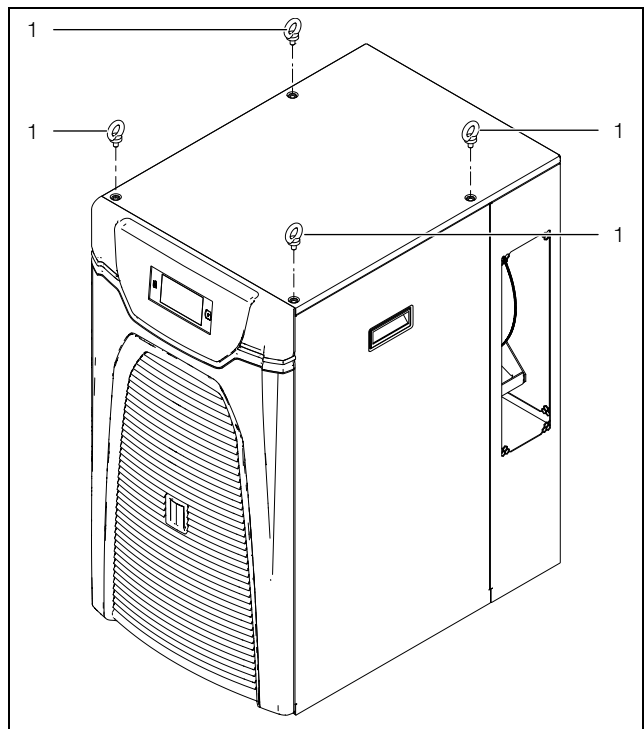

Imagen 24: Perno para transporte (3320200)
- Transporte la chiller únicamente sobre el palé suministrado o mediante el perno previsto para ello (imagen 24, pos. 1).